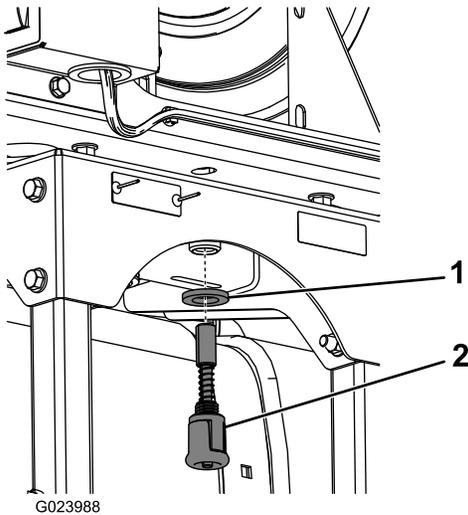

Bild 8
8. Befestigen Sie die große Scheibe und den Federstift an der Unterseite des Schlauchtrommelrahmens (Bild 8).